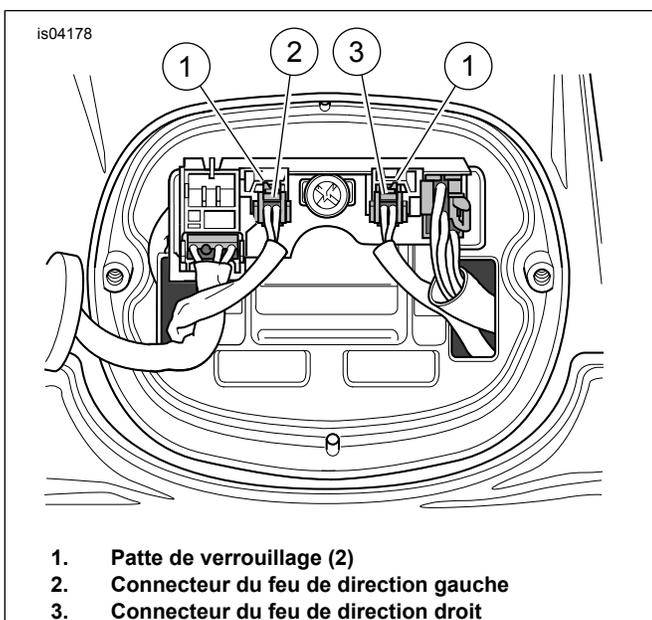

Figure 2. Connexions de feu de direction
1. Voir Figure 2. Appuyer sur les pattes de verrouillage (1) sur les prises femelles ([18B] et [19B]) bidirectionnelles des feux de direction de gauche (2) et de droite (3) pour les déconnecter de la carte de circuit d'éclairage arrière.